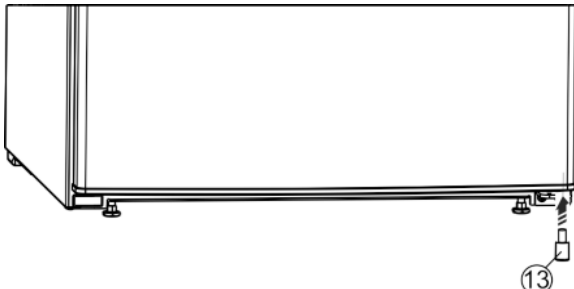

Fig. 8
- ▶ Replacer la butée Fig. 8 (13) en bas à droite sur la porte car elle joue un rôle important pour la stabilité de l'appareil.